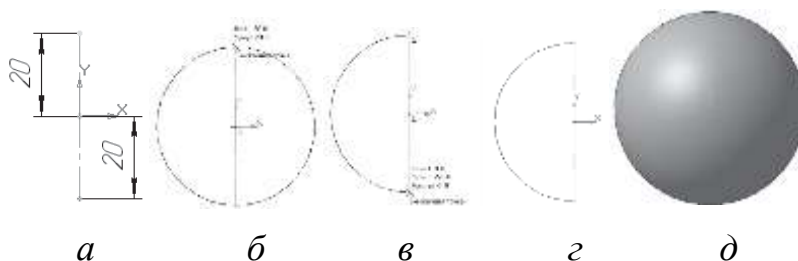

Рис. 9.16. Создание трехмерной модели шара
- Постройте вертикальный отрезок стилем **осевая** из начала координат длиной **20 мм** вверх и вниз (рис. 9.16, а).
- Укажите верхнюю точку осевой линии (сработает глобальная привязка **Ближайшая точка**) – рис. 9.16, б.
- Потяните дугу и укажите нижнюю точку осевой линии (сработает глобальная привязка **Ближайшая точка**) – рис. 9.16, в; рис. 9.16, г.
- На панели инструментов **Вид** выберите команду **Полутоновое, Полутоновое с каркасом** (рис. 9.16, е).